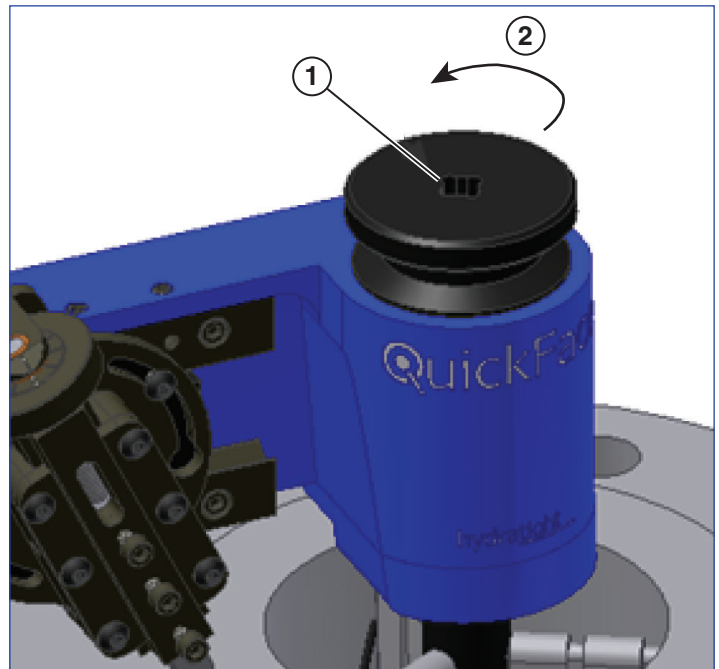

Bild 15
11. Om ytan har nått önskat resultat, ta då bort maskinen genom att vrida spindelns låsvred motsols (se bild 15). Om ytan behöver skäras igen, gör om steg 4–11 tills allt är färdigt.